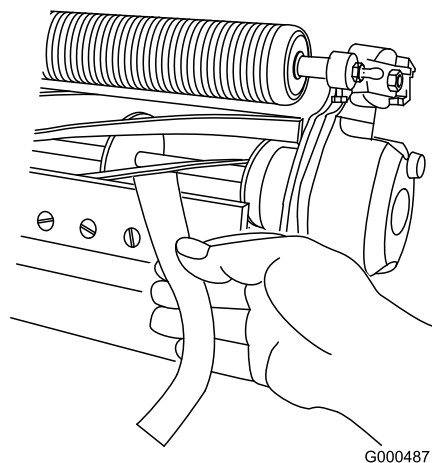

図 12
- B. 刃合わせチェックペーパーを、リールとベッドナイフとの間にに入れてベッドナイフに対して直角にセットし (図 12)、リールを **ゆっくりと** 前転させる紙が切れれば適切。切れなければステップ A と B を繰り返す。
11. 刃合わせチェックペーパー Toro P/N を、リールとベッドナイフとの間にに入れてベッドナイフに対して直角にセットし (図 12)、リールを **ゆっくり** と前転させる紙が切れれば適切。左右のベッドバー調整ボルトをそれぞれ1クリックだけ締め、もういちど紙を切るテストを行う。紙が切れるまでこれを繰り返す。